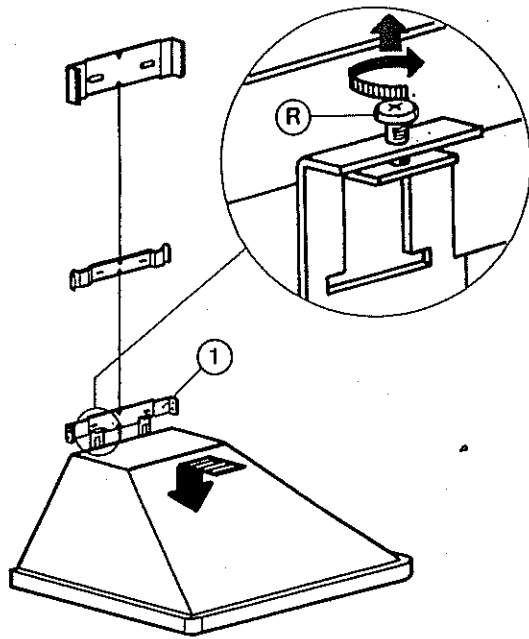

Fig. 9
- Coloque a estribo n ° 3 (central) de modo a que seja posicionada à extremidade da parte inferior da chaminé superior (telescópica) (lado "X" na fig. 9 que corresponde ao comprimento da chaminé superior). Marque o centro dos orifícios de fixação desta estribo.